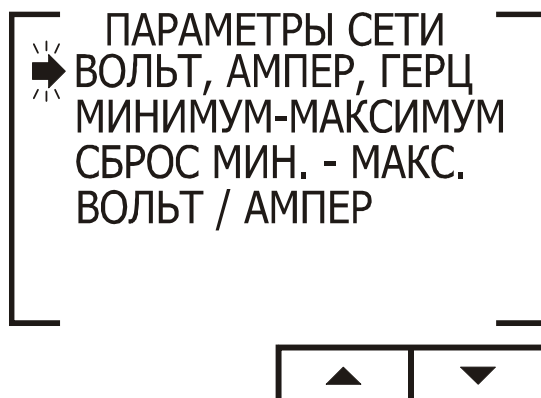

Рис. 24
1. Находясь в основном меню, выберите пункт **Параметры сети** (рис. 24):